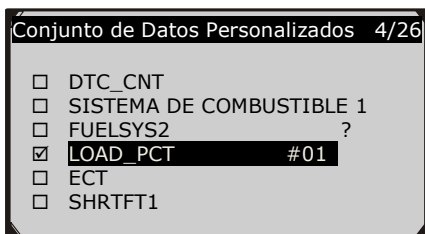

Figura 5.17
- 3) Use el botón **DERECHO** para seleccionar/deseleccionar los parámetros de datos. Los parámetros seleccionados están marcados con cuadrados sólidos. Presione el botón **OK** para confirmar. (Figura 5.17)